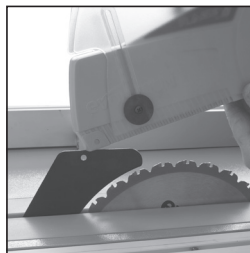

Fig. 8
- Bieden de beschermkap en op het spouwmes ervoor te zorgen dat het gat door de Blade Guard assemblagelijnen met het gat in het spouwmes. **(Fig. 8)**